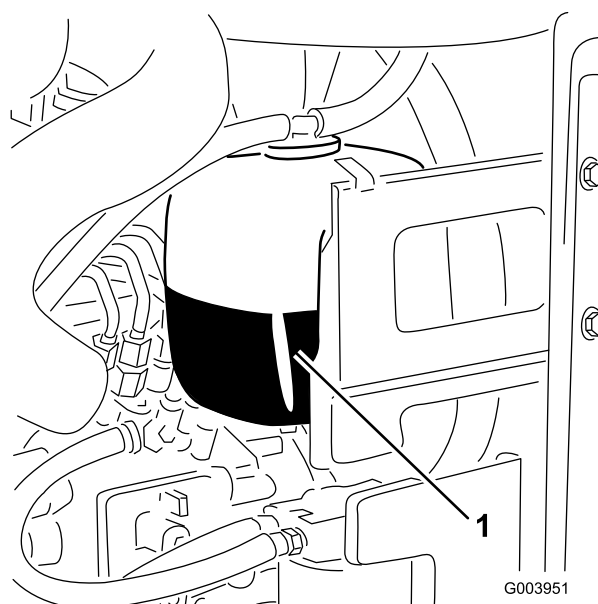

Bild 30
1. Prüfen Sie den Kühlmittelstand im Ausdehnungsgefäß (Bild 30).